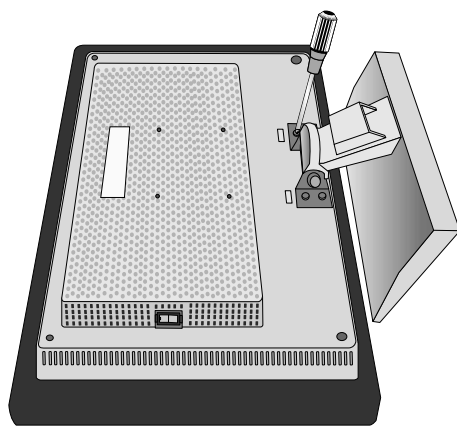

Figura R.2
4. Togliere le 4 viti che fissano il monitor al supporto e sollevare il gruppo supporto (Figura R.2), il monitor ora è pronto per un diverso montaggio.